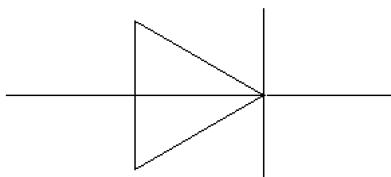

图 3-20 绘制二极管符号
【例 3-8】 绘制如图 3-20 所示的二极管符号。
- 7) 在快速访问工具栏中选择【显示菜单栏】命令，在弹出的菜单中选择【绘图】→【直线】命令，以 O 点为起点，分别以点 (0, 20)、(0, -20)、(-60, 0) 和 (30, 0) 为终点，绘制直线，效果如图 3-20 所示。